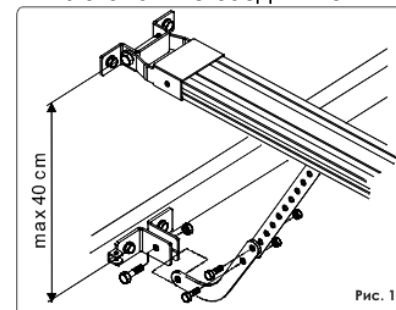

Рис. 19
6. Если используется изогнутый рычаг для секционных ворот (опционально), произведите его сборку с прямым рычагом каретки, как показано на рис. 19.